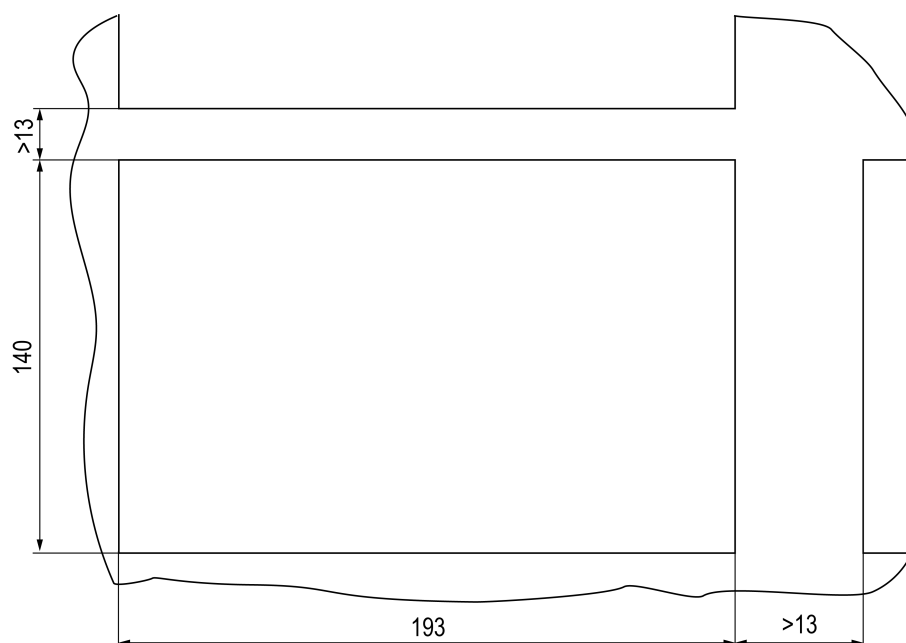
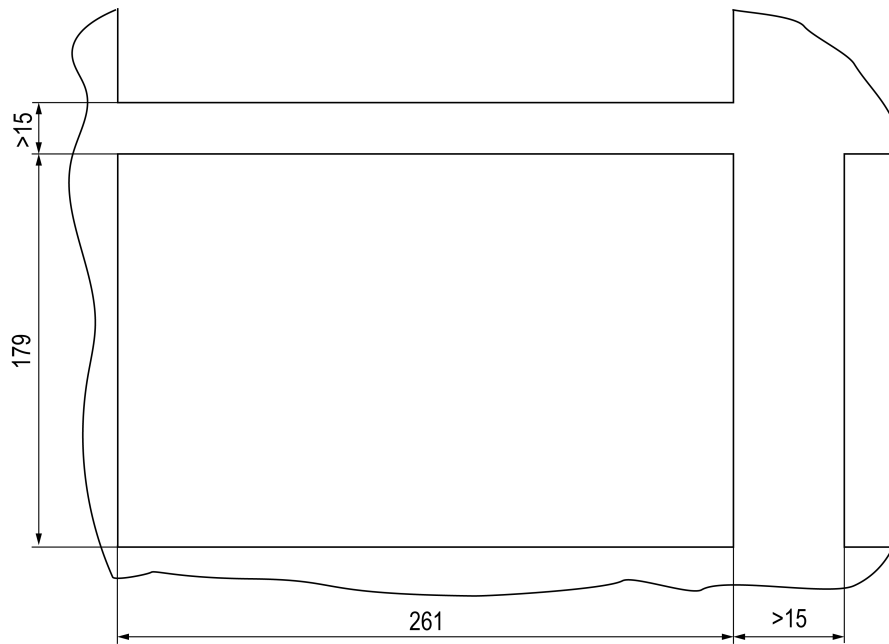

Abb. 4.2 SPC210-07–Montageausschnitt
Abb. 4.5 SPC210-10–Montageausschnitt
1. Bereiten Sie einen Ausschnitt in der Installationsplatte vor (siehe *Abb. 4.2* oder *Abb. 4.5*).